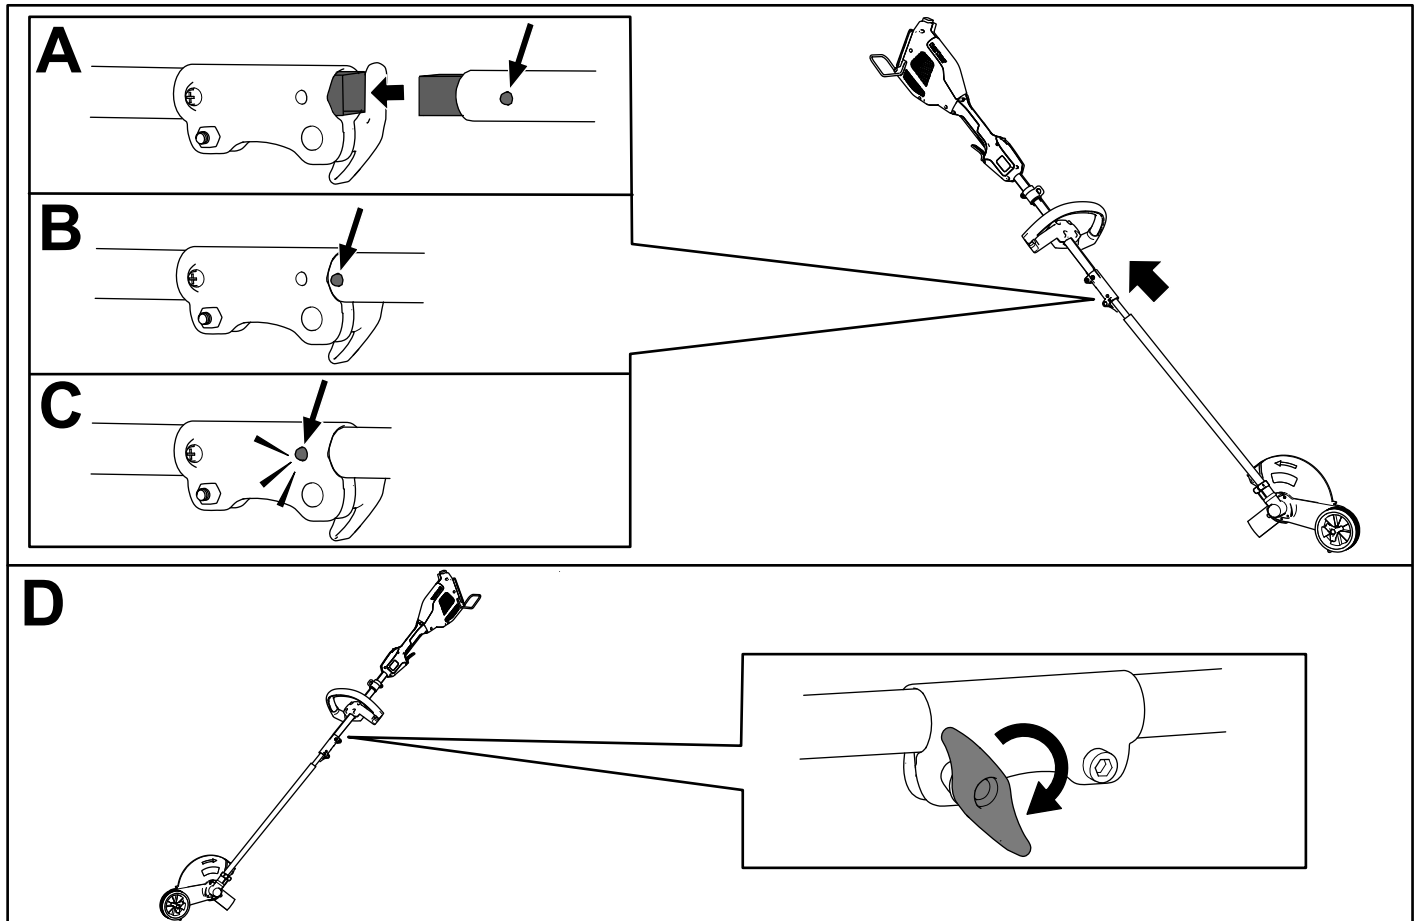

Figura 3
1. Instale el tubo cuadrado del accesorio en el tubo cuadrado de la unidad de potencia (Figura 3, A).
2. Alinee el botón de bloqueo de la barra inferior con el orificio ranurado de la barra superior, y junte las dos barras (Figura 3, B y C).
3. El botón de bloqueo encaja en el orificio ranurado al juntarse las barras (Figura 3, C).
4. Usando la maneta, apriete el tornillo del conector de la barra hasta que quede firme (Figura 3, D).
2. Afloje la maneta del conector de la barra (Figura 3).
3. Presione el botón de bloqueo hacia abajo y separe las dos barras (Figura 3).